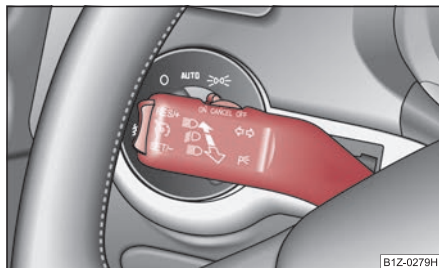

Fig. 62 La palanca de luz intermitente y luz de carretera
- Presione la palanca hacia arriba o hacia abajo ⇒ fig. 62.